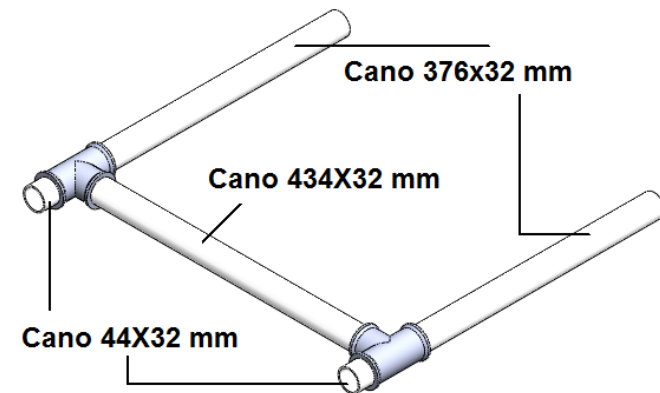

Figura 28. Montagem Final – Passo 1
- Passo 1: Junte o cano de 376X32 mm, 434X32 mm e o cano 44X32 mm na conexão “T 32 mm”, como mostrado na figura 28 (1 unidade);